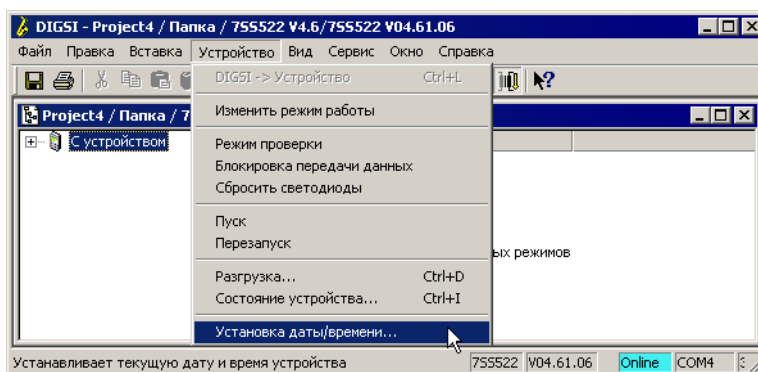

рис. 6-24 Выбор команды Set date & time
- Щелкните по объекту **Устройство - Установка даты/времени** (рис. 6-24, стр. 259). Откроется диалоговое окно **Настройка часов устройства**. В окне будут показаны текущая дата и время. День недели определяется автоматически по дате, и изменить его нельзя.